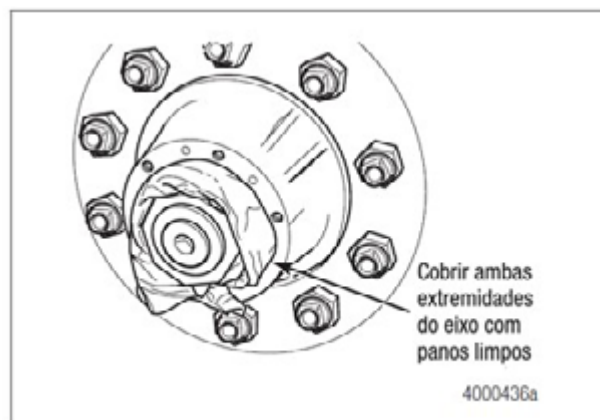

Figura 2.28
3. Cubra as extremidades das rodas em ambos os lados do eixo com uma toalha limpa. Figura 2.28.